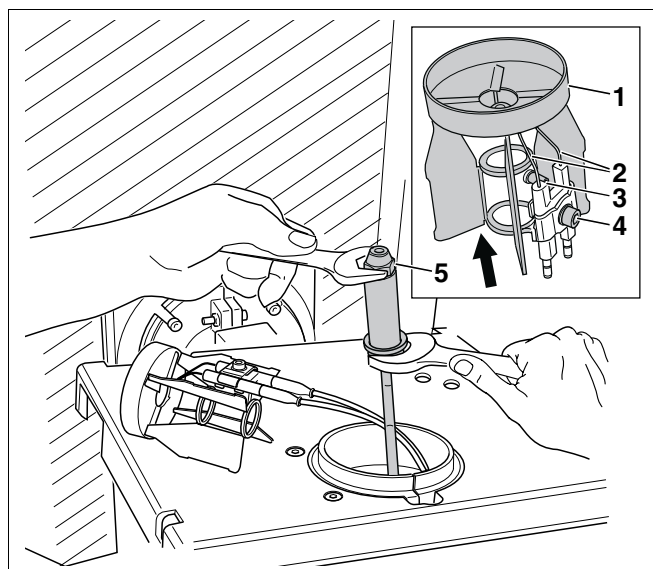

Fig. 19 Udskiftning af dyse hhv. tændelegtroder
- Sæt brænderen på i serviceposition (fig. 19).
- Kontrollér dyse, stauscheibe og tændelegtrode for tilsmudsning, og rengør eller udskift om nødvendigt (fig. 19).
- Løs unbrakoskruen (4 mm, fig. 19, **pos. 3**), og tag stauscheiben (fig. 19, **pos. 1**) af.
- Løsn dysen (fig. 19, **pos. 5**) med to skruenøgler, 16 og 19 mm.
- Genmonter stauscheiben (fig. 19, **pos. 1**), og spænd den fast med unbrakonøglen (fig. 19, **pos. 3**).
- Løsn unbrakoskruen (4 mm, fig. 19, **pos. 4**).
- Udskift tændelegtroderne (fig. 19, **pos. 2**).